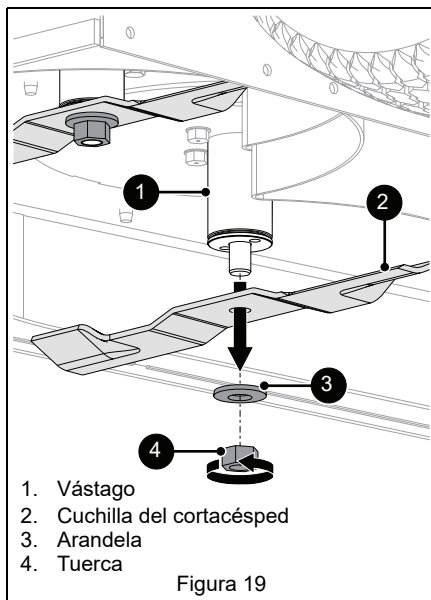

Figura 19
Consulte Figura 19.
1. Monte las cuchillas de corte, las arandelas y las tuercas en los vástagos. Consulte Figura 19.